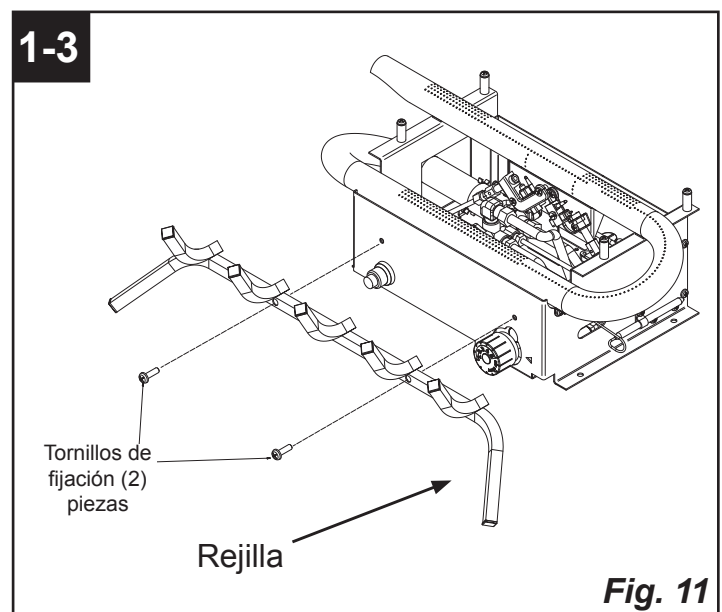

Fig. 11
1. Coloque la rejilla frente al quemador de modo que las 2 patas apunten hacia abajo, los "extremos de la rejilla" en los que se asientan los leños apunten hacia arriba y los orificios para tornillos estén alineados con los orificios para tornillos de la unidad del quemador (consulte la Fig. 11).
2. Apriete a mano la parrilla al quemador con (2) tornillos de fijación, cada uno a la misma distancia hasta que ya no sea posible apretar a mano.